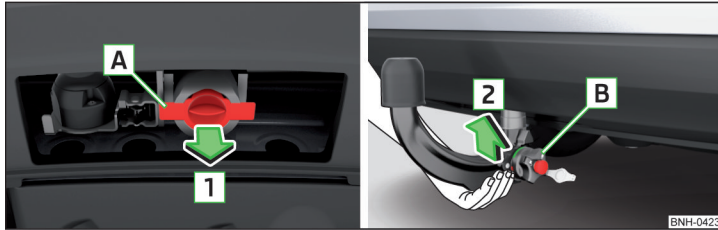

Abb. 133 Abdeckkappe für den Aufnahmeschacht abnehmen / Kugelstange einsetzen
- > Die Abdeckkappe für den Aufnahmeboresen **A** in Pfeilrichtung **1** abnehmen » Abb. 133.
- > Die Kugelstange **von unten** » Abb. 133 fassen und in den Aufnahmeboresen in Pfeilrichtung **2** bis zum hörbaren Einrasten einsetzen » **!**
- > Die Abdeckkappe für den Aufnahmeschacht **A** entgegen der Pfeilrichtung **1** einsetzen » Abb. 133 auf Seite 124.